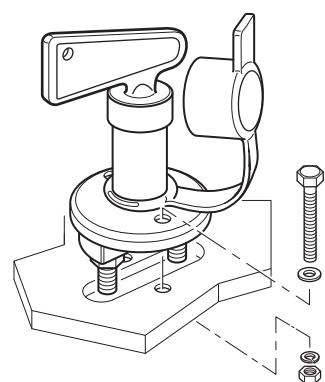

Fig. 48
- Monter l'interrupteur coupe-batterie sur un endroit approprié du véhicule et le fixer avec les vis fournies (Fig. 48).